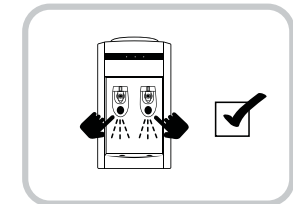

Fig. 3
4. Presione en cada una de las llaves (caliente y fría) para confirmar que el agua está corriendo por la unidad. (Fig. 3)